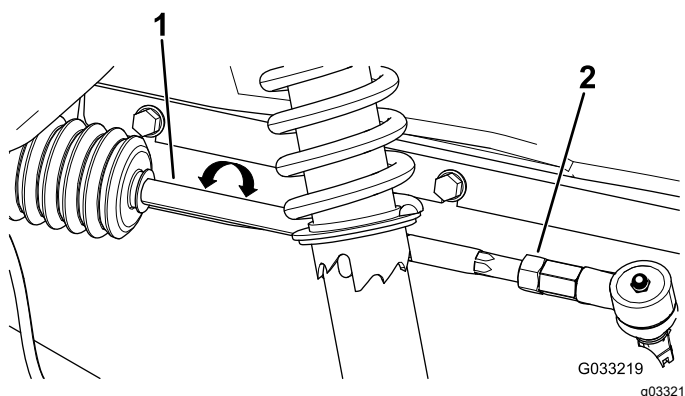

Figura 53
2. Si la distancia no está en el intervalo de 0 a +/-3 mm (0 a +/- 1/8"), afloje las contratuercas en el extremo exterior de las barras de acoplamiento (Figura 53).